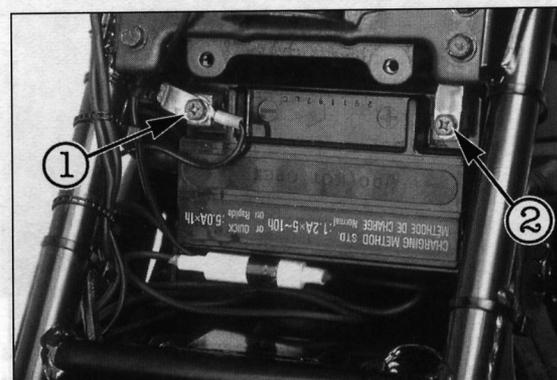

Bild 81
- **Zuerst Masseleitung ① Bild 81 abklemmen und isolieren.**
- Plusleitung ② abnehmen und Batterie herausnehmen.